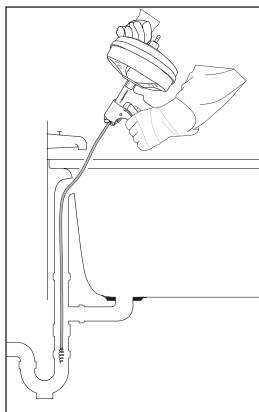

Fig. 2
- No introduzca nunca la espiral **8** en el desagüe de la bañera. De lo contrario, se dañaría la espiral **8**. En su lugar, introdúzcala siempre por el rebosadero (consulte la fig. 2) de la bañera.